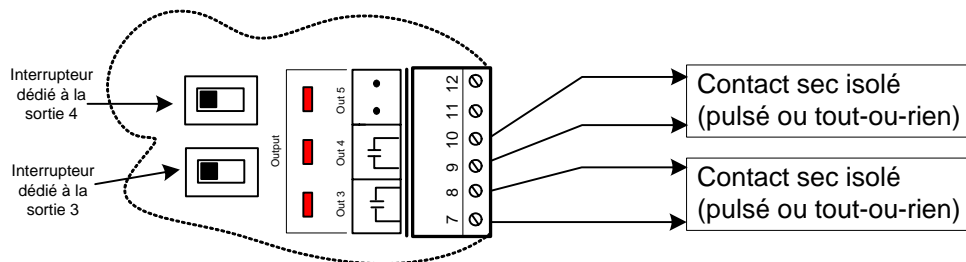

Figure 11: Sorties 3 et 4 passives
2) Position de l'interrupteur pour obtenir une sortie **passive** (voir Figure 11) :